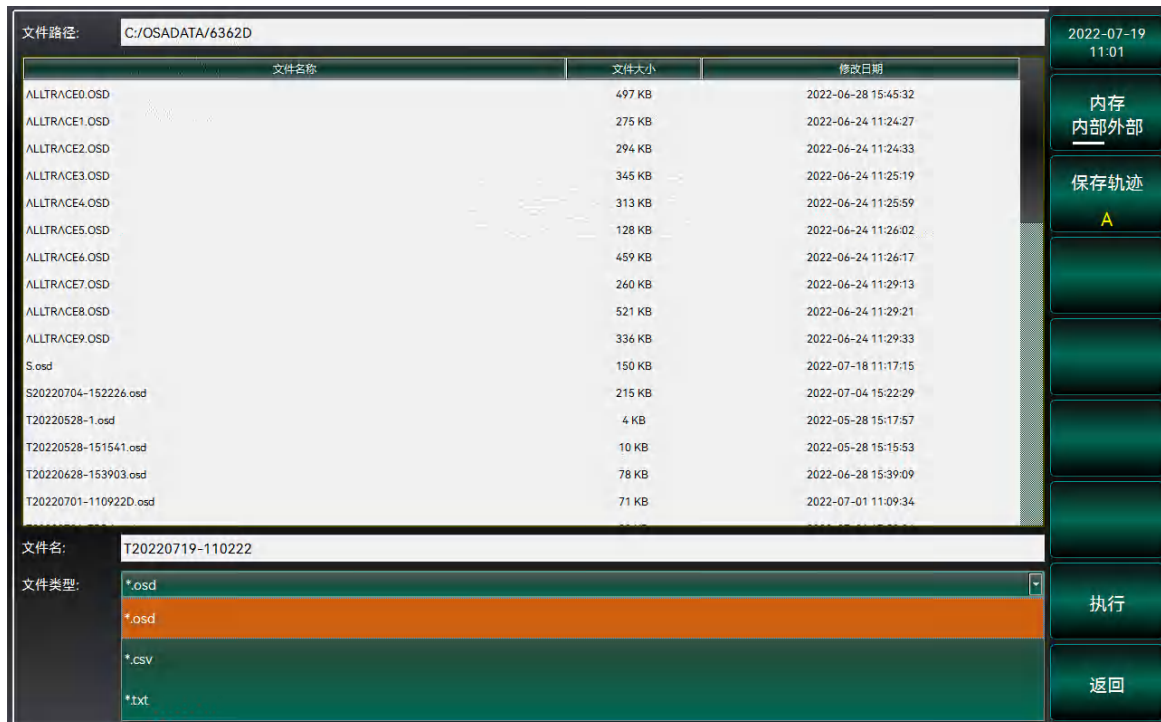

图 3-16 文件保存界面示意图
1. 选择【保存】选项，系统将进入文件处理界面，如图 3-16 所示。